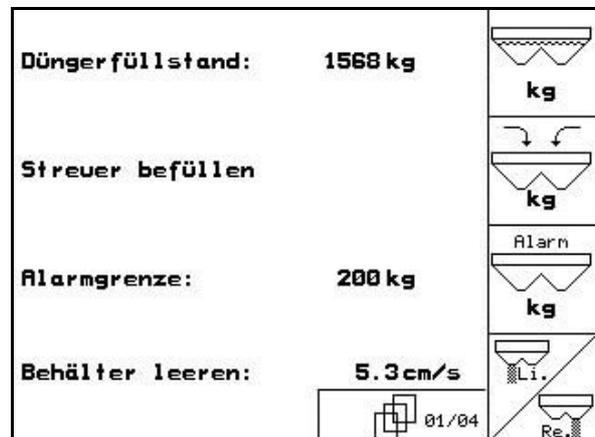

Рис. 66
- В меню "Параметры агрегата", страница 1 (Рис. 66).
- подтвердите загруженное количество удобрения (Рис. 66).